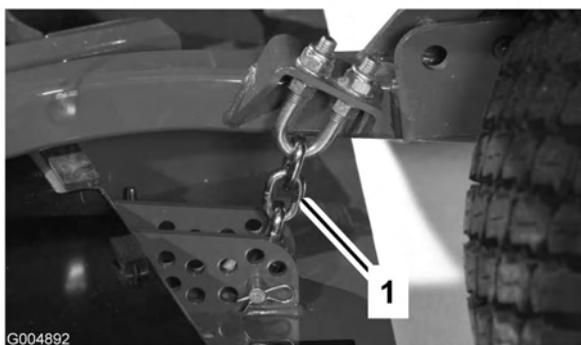

Figure 80
3. Enlevez la goupille fendue et l'axe de chape qui fixent les chaînes de hauteur de coupe à l'arrière du plateau de coupe (Figure 80).